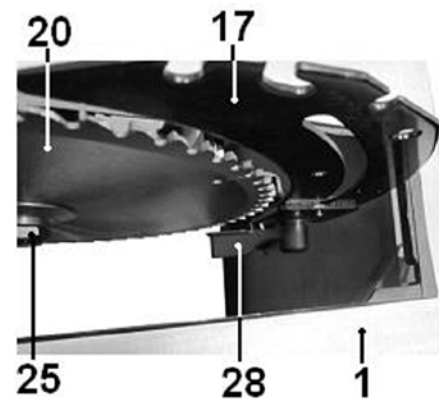

Рис. 9.
9.2. Установка расклинителя (Рис.9)